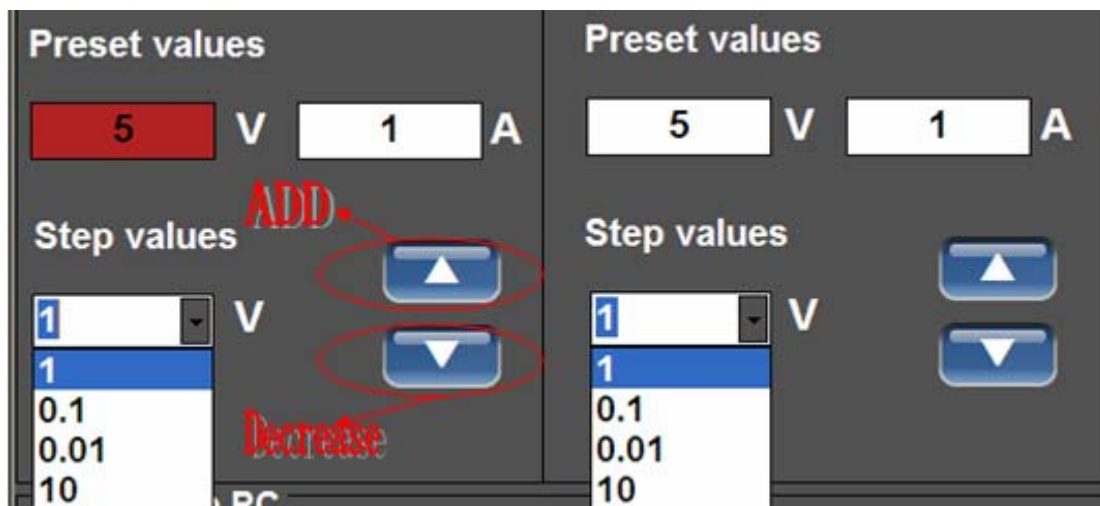

图 24
- 单击增减按钮也可调节预设电压、电流值(鼠标单击预设值输入框，相对应的输入框变为红色，根据需要选择步进值(如图 24 所示)，然后单击增减按钮(如图 25 所示)即可调节预设值)。